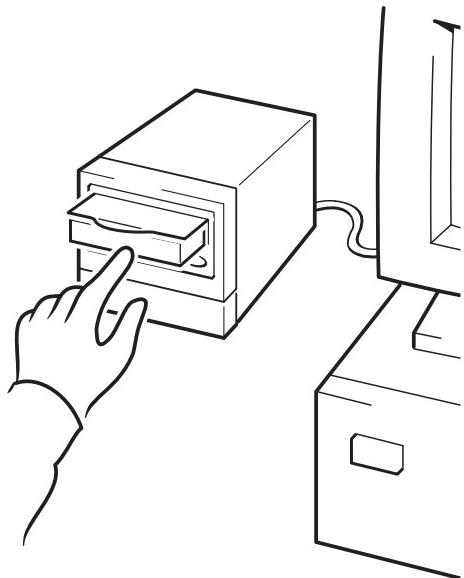

図 10a: HP OBDR の使用方法 :
- 1 最新のブート可能カートリッジをテープ・ドライブに挿入します（図 10a を参照）。カートリッジには、CD-ROM フォーマットでテープにデータを書込むバックアップ・アプリケーションを使用する必要があります。